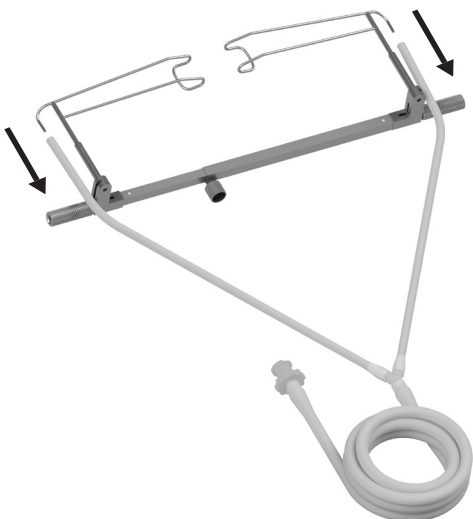

Abb. 2
- Entfernen Sie das Schlauchsystem gemäß Abb. 2.
- Entfernen Sie das Schlauchsystem gemäß Abb. 2 und bereiten Sie es gemäß seiner produktbezogenen Aufbereitungsanleitung (1102227) auf.